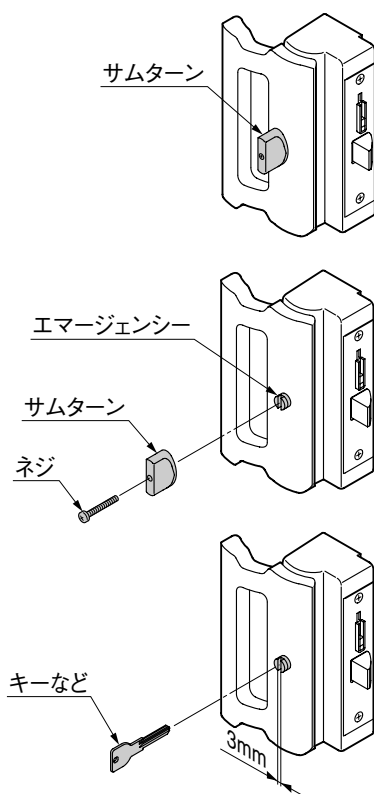

図4-2
- エマージェンシー機構で施錠・解錠するには、3mm幅の溝に入るキーの先端やコイン、マイナスドライバーなどを差込んで回転してください。（図4-2参照）